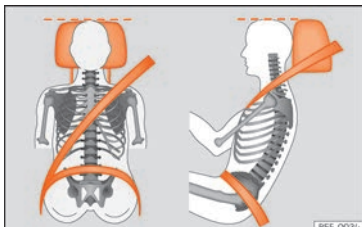

Fig. 18 Banda del cinturó i reposacaps ajustats correctament.
- Ajusteu el reposacaps de manera que la vora superior quedi, en la mesura que sigui possible, a l'altura de la part superior del cap, i mai per sota dels ulls. Mantingueu el clatell al més a prop possible del reposacaps »» fig. 18.
»» fig. 18.